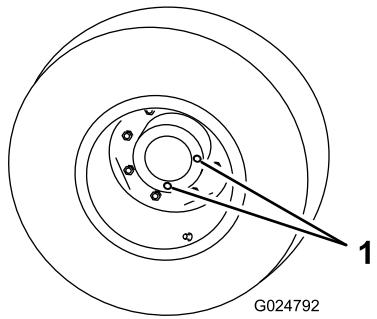

Bild 67
2. Stellen Sie das Rad so, dass sich eine der Prüfschrauben in der untersten Stellung (6 Uhr) befindet (Bild 67).